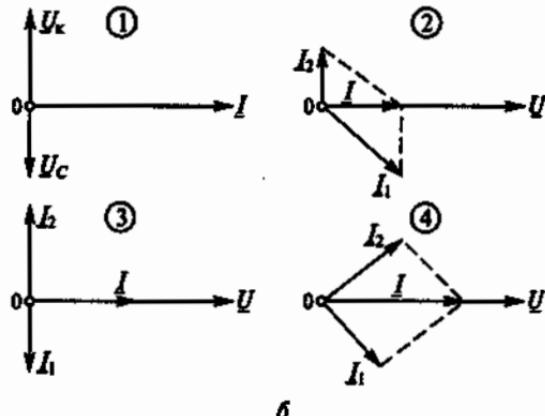

Рис. 74
3.11. Какая из четырех векторных диаграмм на рис. 74, б соответствует цепи, показанной на рис. 74, а, при резонансе токов?